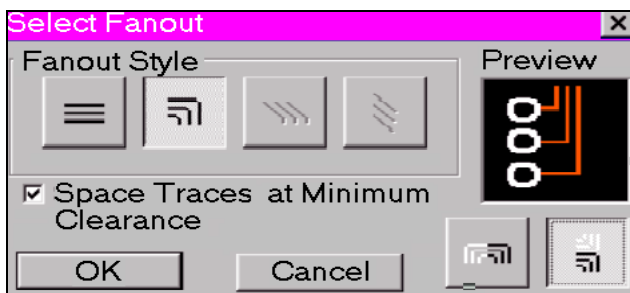
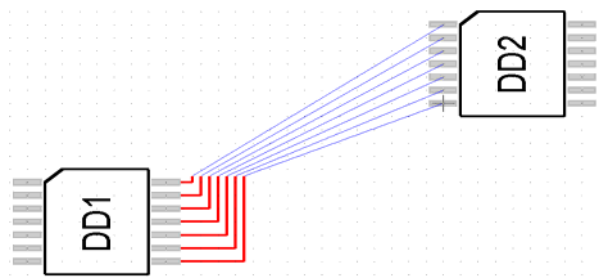

Рис.40
Рис.41
- на сообщение 12120 («*Выбранные связи выровнены по обоим концам. Для трассировки жгута щелкните LB около одного из концов*») ответить ОК, щелкнуть LB в точке 65/40, привести открывшееся окно к виду (рис.40) и нажать ОК – рис.41.